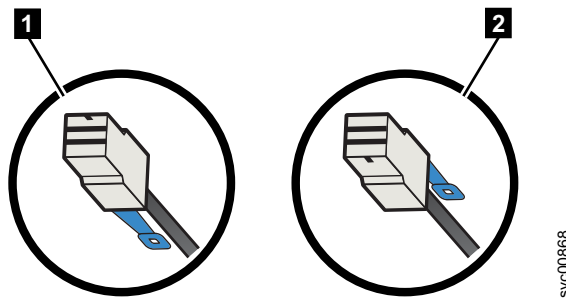

図 98. SAS ケーブル・コネクターの向き
- Storwize V5000 Gen2 コントロール・エンクロージャーおよび 2145-24F または 2145-12F 拡張エンクロージャーの場合は、青色のプルタブがケーブルの下側になればなりません (図 98 の **1**)。
- 2077-92F エンクロージャーの場合は、青色のプルタブがコネクターの上側になればなりません (図 98 の **2**)。